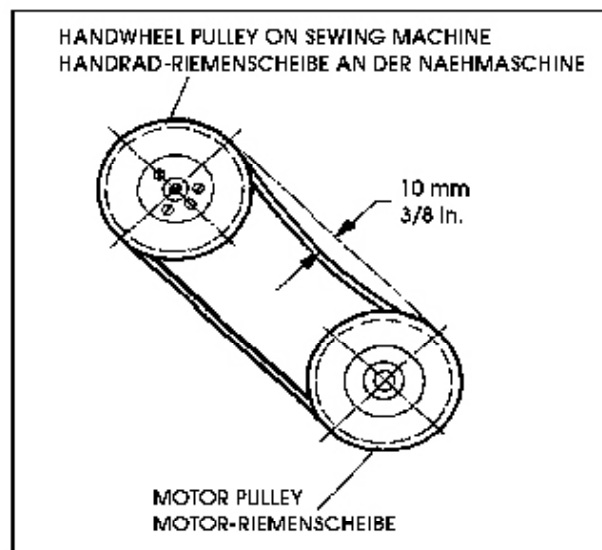

Fig. 2
3. Place the sewing machine on the base plate so that the roll pin (C) in the base plate engages with the right rear hole in the machine base.
4. Fasten the sewing machine with the two T-screws (D) on the base plate.
6. Assemble the handwheel pulley (E) with three countersunk screws (F) to the sewing machine. Pin (G) must engage with the hole in hub (H).
7. Screw in needle bar guard (J).
8. Screw in sight feed oiler (K).
9. Align the handwheel belt guard (L) with the V-belt slot (M) in the table board and with the handwheel pulley and fasten it with two wood screws (N) on the table board.
10. Dismount motor belt guard. Place the V-belt around the motor pulley and slue the motor to tense the belt. The tension on the V-belt is correct, when with moderate finger pressure it will deflect approx. 10 mm (3/8 in.) midway between handwheel pulley on the sewing machine and motor pulley (see Fig. 2). Remount motor belt guard.
3. Stellen Sie die Nähmaschine auf die Grundplatte, so daß die Spannhülse (C) in der Grundplatte in der Bohrung rechts hinten im Maschinensockel eingreift.
4. Befestigen Sie die Nähmaschine mit den beiden Knebelschrauben (D) auf der Grundplatte.
6. Montieren Sie die Handrad-Riemenscheibe (E) mit drei Senkschrauben (F) an die Nähmaschine. Der Stift (G) muß in die Bohrung in der Nabe (H) eingreifen.
7. Schrauben Sie den Nadelstangenschutz (J) ein.
8. Schrauben Sie den Tropföler (K) ein.
9. Richten Sie den Handrad-Riemenschutz (L) zum Keilriemenschlitz (M) in der Nähtischplatte und zur Handrad-Riemenscheibe aus und befestigen Sie ihn mit zwei Holzschrauben (N) auf der Nähtischplatte.
10. Bauen Sie den Motor-Riemenschutz ab. Legen Sie den Keilriemen um die Motorriemenscheibe und schwenken Sie den Motor, um den Riemen zu spannen. Der Keilriemen ist richtig gespannt, wenn er in der Mitte zwischen Handrad-Riemenscheibe und Motor-Riemenscheibe mit mäßigem Fingerdruck etwa 10 mm eingedrückt werden kann (siehe Fig. 2). Bauen Sie den Motorriemenschutz wieder an.